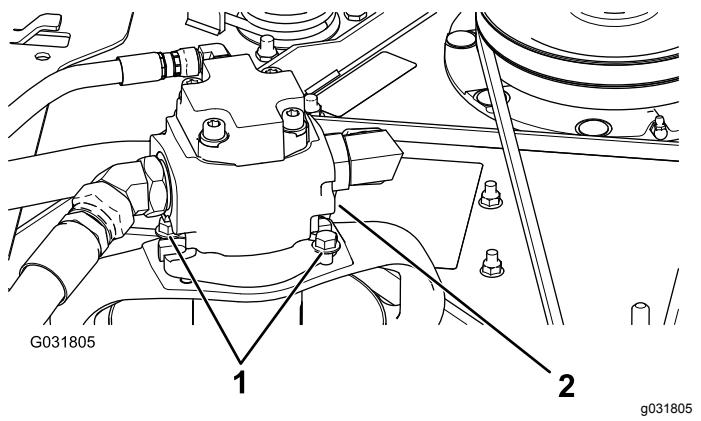

Bild 125
- Entfernen Sie die Schrauben, mit denen der Hydraulikmotor am Mähwerk befestigt ist (Bild 125).